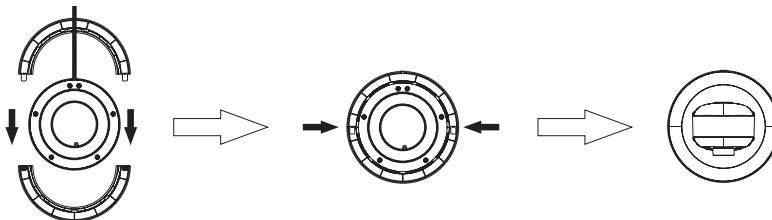

Рис. 3
3. Переверните прибор вверх дном и соедините две части подставки с основанием прибора в соответствии с рис. 3.